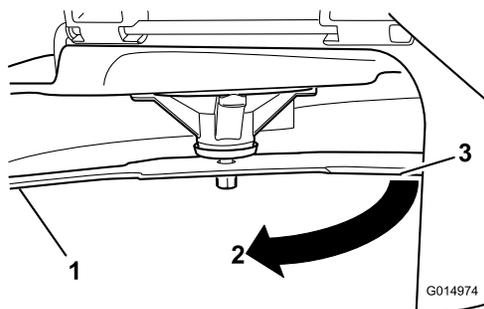

Рисунок 78
4. Поверните тот же нож на 180 градусов, чтобы теперь его противоположная режущая кромка была в том же положении (Рисунок 78).